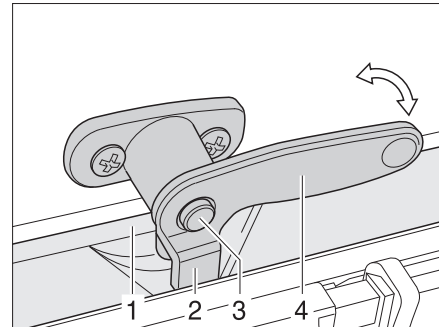

Bild 54 Verriegelungshebel mit Sicherungsknopf in Stellung "geschlossen"
- Falls vorhanden, den Sicherungsknopf (Bild 54,3) drücken und gedrückt halten.